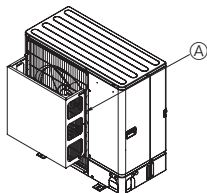

Fig. 2-4
- ② Monter en ekstra luftledeskærm på steder, hvor kraftig vind kan blæse direkte ind i luftudgangen. (Fig. 2-4)